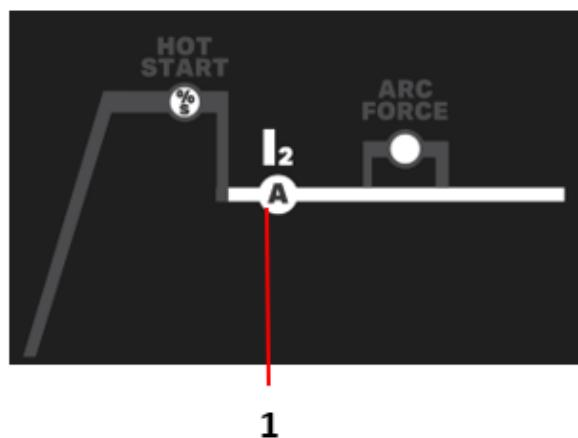

Fig. 3 – Parâmetros LIFTIG
**Soldadura LIFTIG****Para a DC 164 e DC 204 (Ver os Itens na Fig. 3 A)**